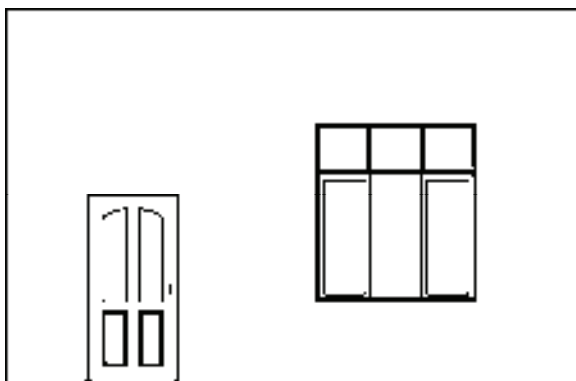

图 11-39 修改结果
3) 按〈Enter〉键, 即可完成修改门窗参数的操作, 结果如图 11-39 所示。